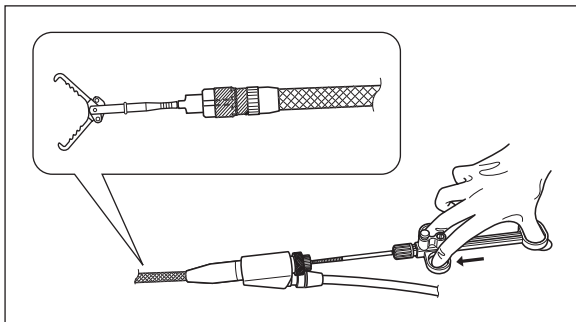

図 3.18
1. スライダを押し出すと、ワニ口鉗子部が開き異物を回収できる状態になります。(図 3.18 参照)